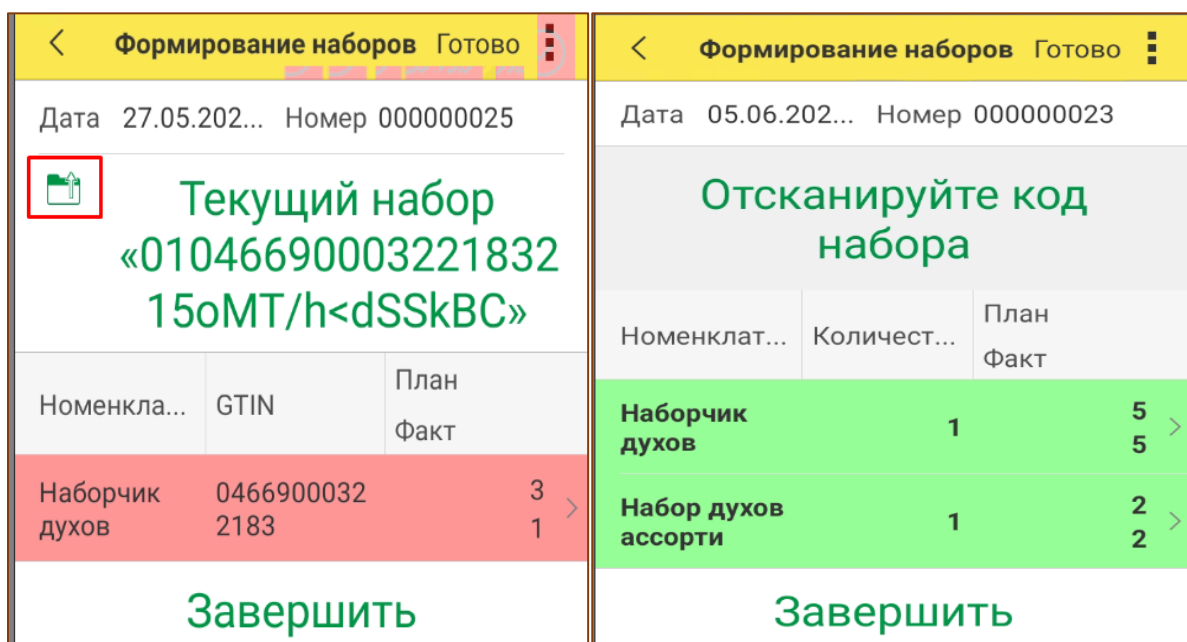

Рис. 9.8 – Помещение нескольких наборов в документ
- В одном документе может быть сформировано несколько наборов. Для переключения между ними необходимо воспользоваться соответствующей кнопкой (Рис. 9.8).